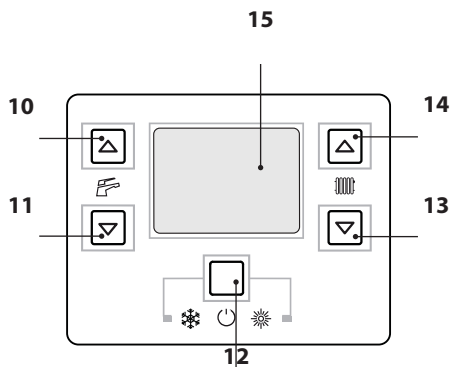
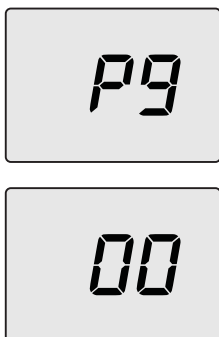
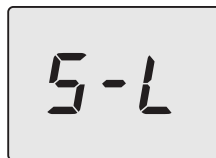

Рисунок 7.2
Рисунок 7.4
Рисунок 7.13
- Войдите в "режим прожигания", нажав одновременно и удерживая в течение 10 секунд кнопки 12-13-14 (Рисунок 7.2) до появления на ЖК дисплее кода **P01**, который сменяется значением параметра, указывая на вход в "параметр 01" (Рисунок 7.3).
- Нажмите кнопку 13 или 14 (Рисунок 7.2) для просмотра параметров и найдите параметр **P09** ("трубочист") (Рисунок 7.4).
- Нажмите одновременно кнопки 12 и 14, чтобы появилось значение **00** (режим "трубочист" отключен) (Рисунок 7.4). При помощи кнопки 1" или 1# измените значение на **01** (режим "трубочист" активирован при минимальной температуре отопления) и нажмите для подтверждения кнопку 12. На дисплее появится символ **LP**, сменяющийся значением минимальной температуры горячего водоснабжения (Рисунок 7.5).
- При помощи кнопки 13 или 14 (Рисунок 7.2) измените состояние на **hP** (режим "трубочист" активирован при минимальном отоплении) и нажмите для подтверждения кнопку 12. На дисплее появится символ **hP**, сменяющийся значением минимальной температуры отопления (Рисунок 7.6).
- При помощи кнопки 13 или 14 (Рисунок 7.2) измените состояние на **dP** (режим "трубочист" активирован при максимальной температуре горячего водоснабжения) и нажать для подтверждения кнопку 12. На дисплее появится символ **dP**, сменяющийся значением максимальной температуры горячего водоснабжения.
- Войдите в "режим программирования", нажав одновременно и удерживая в течение 10 секунд кнопки 12-13-14 (Рисунок 7.2)
- Нажмите кнопку 14 (Рисунок 7.2) для просмотра параметров и найдите параметр P09 ("трубочист") (Рисунок 7.4).
- Увеличьте или уменьшите значение при помощи кнопки 14 или 13 (Рисунок 7.2). Подождите 3 минуты, пока давление газа стабилизируется, после чего считайте значение на газовом манометре. **Помните, что поступательное движение возможно только в сторону увеличения.**
- Чтобы сохранить значение, нажмите кнопку 11 (Рисунок 7.2) и удерживайте ее в течение 1 секунды.
- Чтобы перейти к калибровке газового минимума, нажмите кнопку 10 (Рисунок 7.2). На дисплее появится символ **S-L**, сменяющийся значением минимальной абсолютной мощности (Рисунок 7.13).
- Увеличьте или уменьшите значение при помощи кнопки 14 или 13 (Рисунок 7.2). Подождите 3 минуты, пока давление газа стабилизируется, после чего считайте значение на газовом манометре. **Помните о том, что поступательное движение возможно только в сторону уменьшения.**
- Нажмите кнопку 10 (Рисунок 7.2), чтобы проверить установленное максимальное значение и, в случае необходимости, измените его, выполнив описанную выше процедуру.
- Нажмите кнопку 10 (Рисунок 7.2), чтобы проверить установленное минимальное значение и, в случае необходимости, измените его, выполнив описанную выше процедуру.